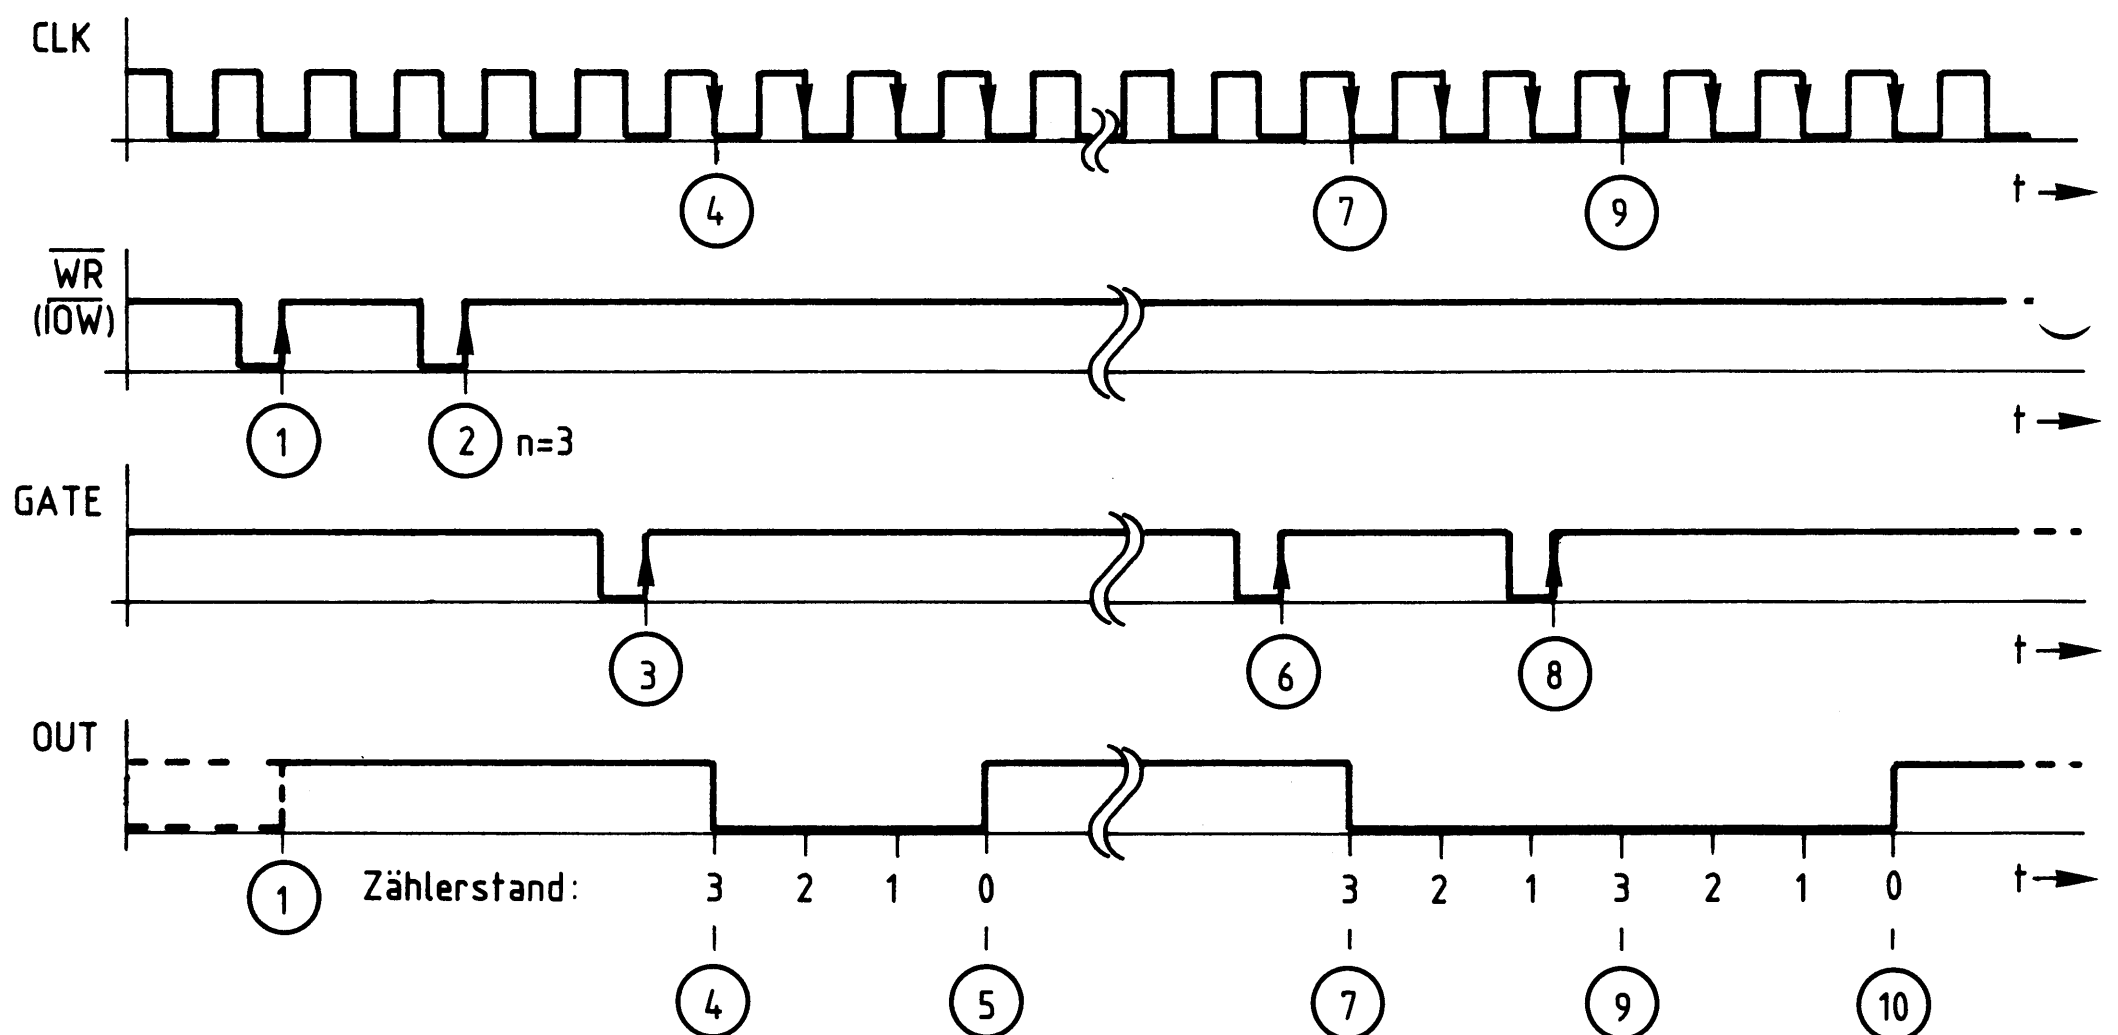

Bild 17: Impulsdiagramm zur Betriebsart 1
Bild 17 zeigt die wichtigsten Zusammenhänge der Betriebsart 1 im Impulsdiagramm.
Erläuterungen zu Bild 17:
- (1) Mit der positiven Flanke des $\overline{\text{WRITE}}$ -Signals (" $\overline{\text{IOW}}$ ") wird das Steuerwort für die Betriebsart 1 in das Steuerwort-Register des Bausteins geschrieben. Der Ausgang "OUT" führt nun H-Signal, der Zähler arbeitet jedoch noch nicht.
- (2) Nun wird der Zähleranfangswert mit einem oder mit zwei Schreibzyklen (je nach Definition lt. Bild 9) in das Zwischenregister geladen. In Bild 17 wird der Wert "3" mit einem Zyklus geladen. Die Zählung beginnt jedoch noch nicht.
- (3) Erst eine positive Signalflanke am GATE-Anschluß triggert die Schaltung bzw. löst das Zählen aus.
- (4) Durch den nächsten Takt erfolgt die Übernahme des Zähleranfangswertes vom Zwischenregister in das Zählregister. Die Zählung beginnt. Mit jedem weiteren Takt verringert sich der Zählerstand um den Wert "1".
- (5) Drei Takte nach der Zählerübernahme ist der Zählerstand "0" erreicht, und "OUT" nimmt H-Pegel an. Hierdurch meldet der Zähler, daß er seine Arbeit beendet hat. "OUT" führt nun solange H-Pegel, bis die Monostabile Kippstufe erneut getriggert wird.
- (6) Nach einer beliebigen Zeit trifft wieder eine neue positive Signalflanke am GATE-Anschluß ein.
- (7) Durch Übernahme des Zähleranfangswertes in den Zähler beginnt der Zählvorgang erneut.
- (8) Während des Zählens wird die Stufe nachgetriggert.
- (9) Der Zähler wird durch das Nachtriggern wieder mit seinem Anfangswert geladen und beginnt von vorn zu zählen.
- (10) Nach weiteren drei Takten hat der Zähler den Stand "0" erreicht und nimmt an "OUT" H-Signal an. Der Zählvorgang wurde durch die Nachtriggerung um den Zeitabschnitt von (7) bis (9) verlängert.